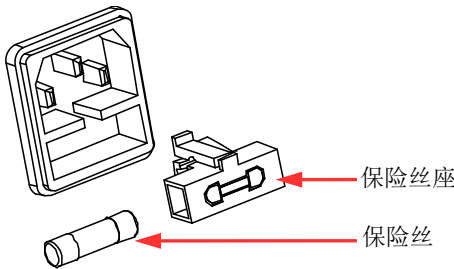

图 1-7 更换保险丝
2. 使用小一字螺丝刀插入交流电源输入接口处的凹槽，轻轻撬出保险丝座，如图 1-7 所示。